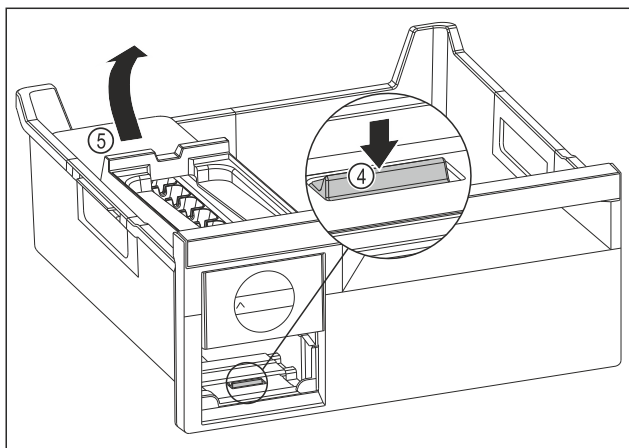

Fig. 79
- ▶ Ta ut EasyTwist-Ice-enheten: Tryck ned skenan Fig. 79 (4) med fingret och lyft samtidigt EasyTwist-Ice-enheten Fig. 79 (5) bakifrån med andra handen.